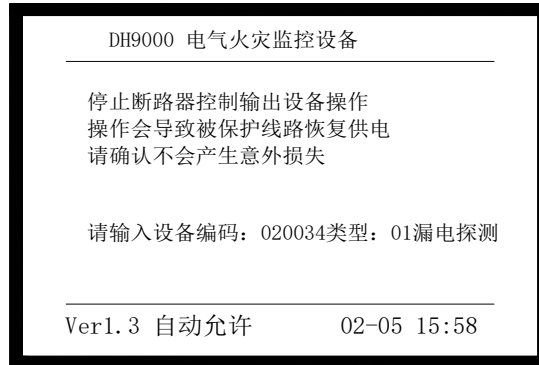

图 5-20 停止断路器控制输出操作界面
- ✧ 按“TAB”键，参照“附录二 设备类型表”，输入其设备类型“01”（如图 5-20）。